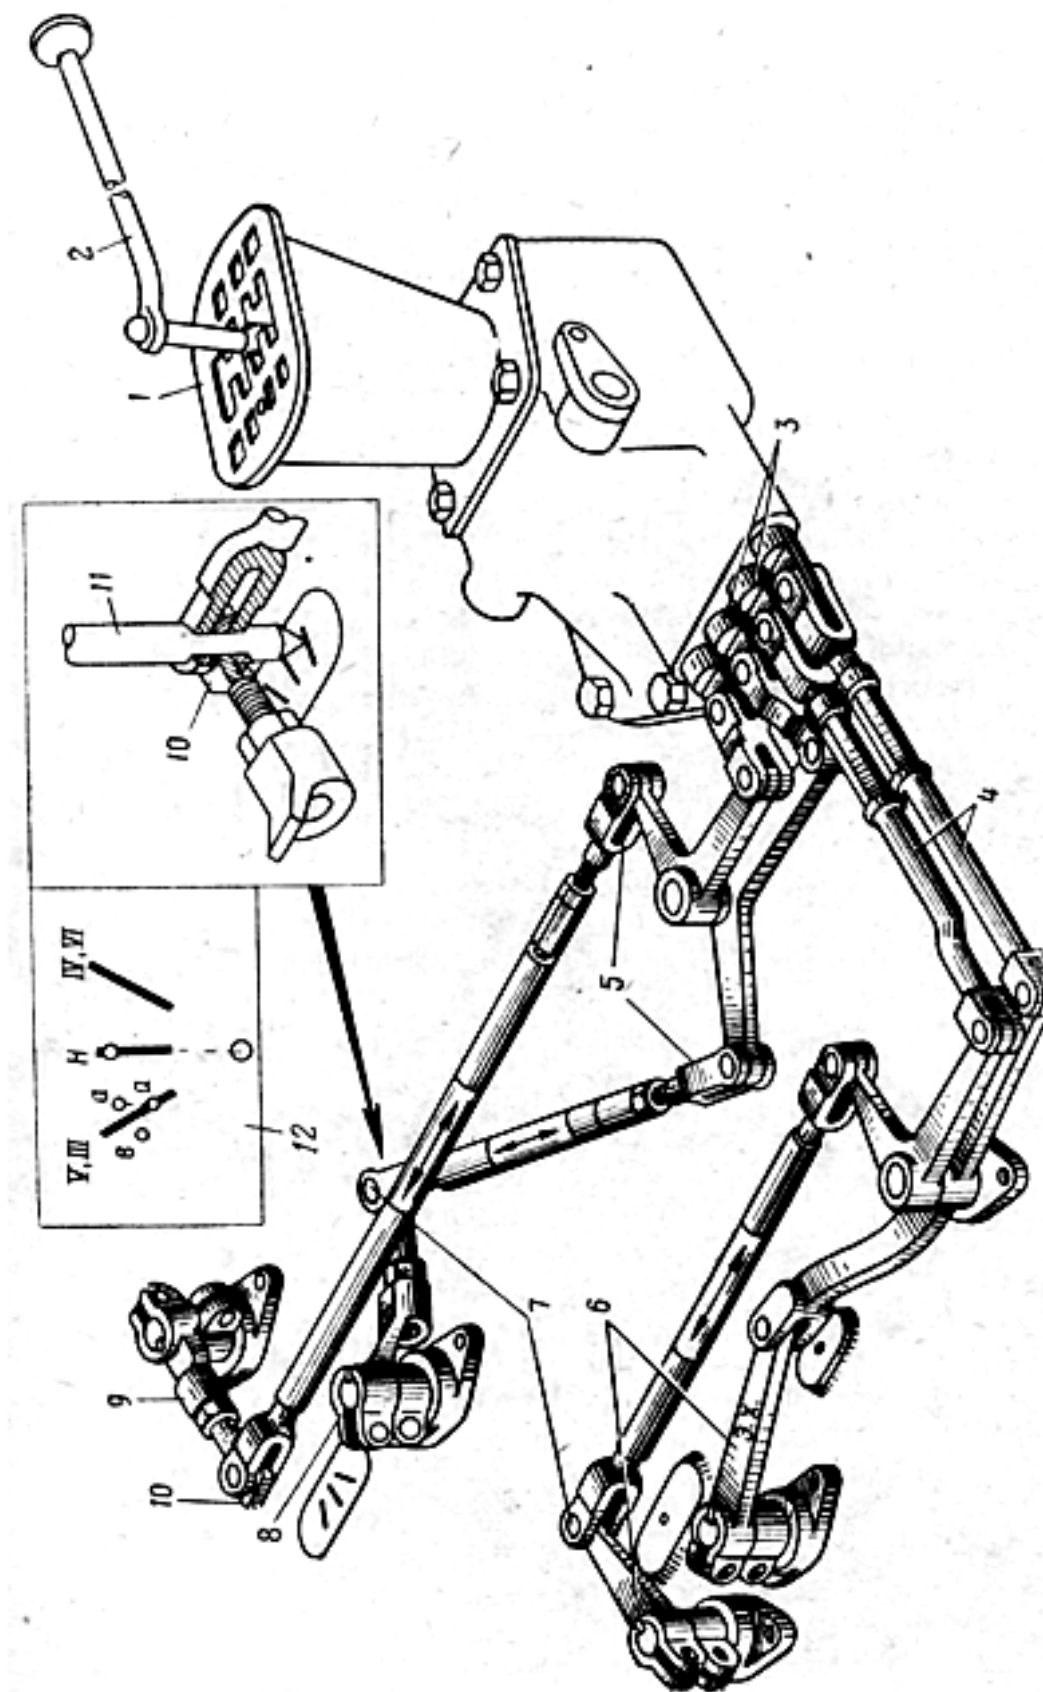

Рис. 24. Схема регулировки привода управления коробкой передач:
2. Установить рычаг 2 (рис. 24) переключения в нейтральное положение, совместить метки 12 на рычаге валика блокировки и корпусе колонки 1.